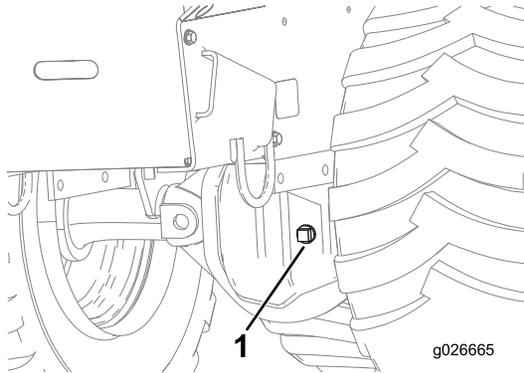

Figura 34
2. Retire el tapón de llenado del diferencial de uno de los ejes (Figura 34).